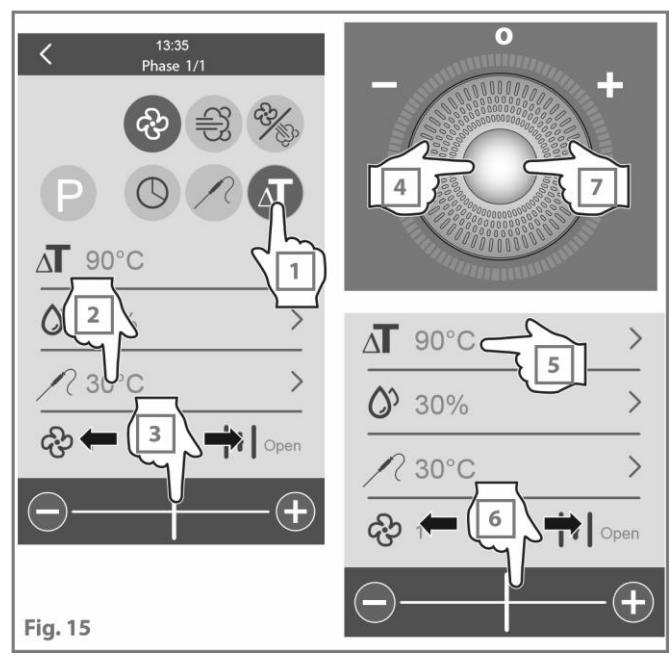

Fig. 15
**Configuración con función Delta T** (Fig.15)